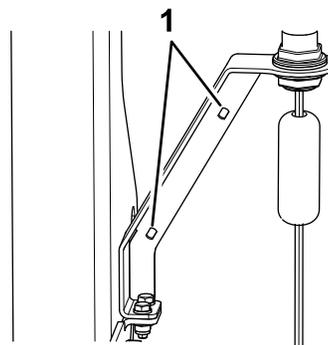

図 15
9. ビーコンブラケット (図 15) の2つの穴のそれぞれにケーブルタイを挿入し、ケーブルを固定する。